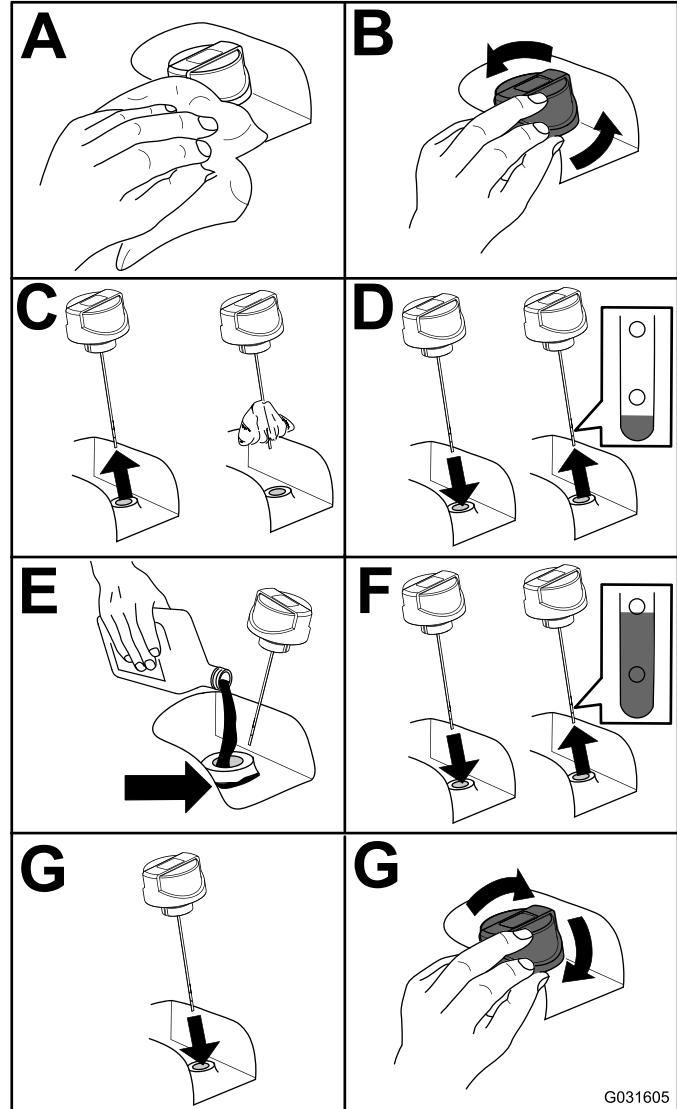

Figura 86
2. Compruebe el nivel de fluido hidráulico (Figura 86).